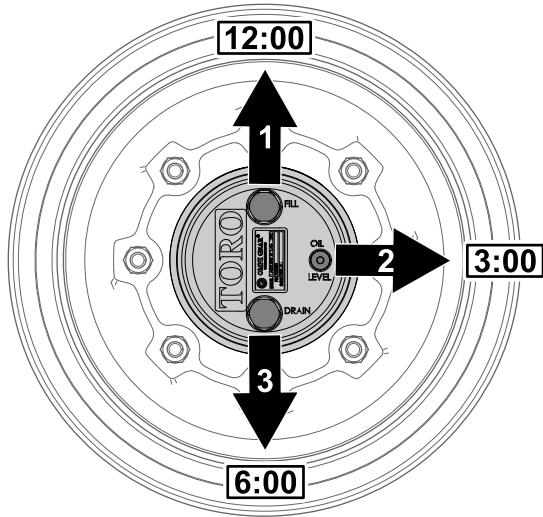

Figura 99
1. Parcheggiate la macchina su una superficie pianeggiante, posizionate la ruota in modo che il tappo di riempimento si trovi nella posizione a ore 12, il tappo di controllo nella posizione a ore 3 e il tappo di spurgo nella posizione a ore 6 (Figura 99).
2. Rimuovete il tappo di controllo nella posizione a ore 3 (Figura 99).
1. Parcheggiate la macchina su una superficie pianeggiante, posizionate la ruota in modo che il tappo di riempimento si trovi nella posizione a ore 12, il tappo di controllo nella posizione a ore 3 e il tappo di spurgo nella posizione a ore 6; fate riferimento alla Figura 99 in Controllo del lubrificante della trasmissione degli ingranaggi a ruotismo planetario (pagina 70).